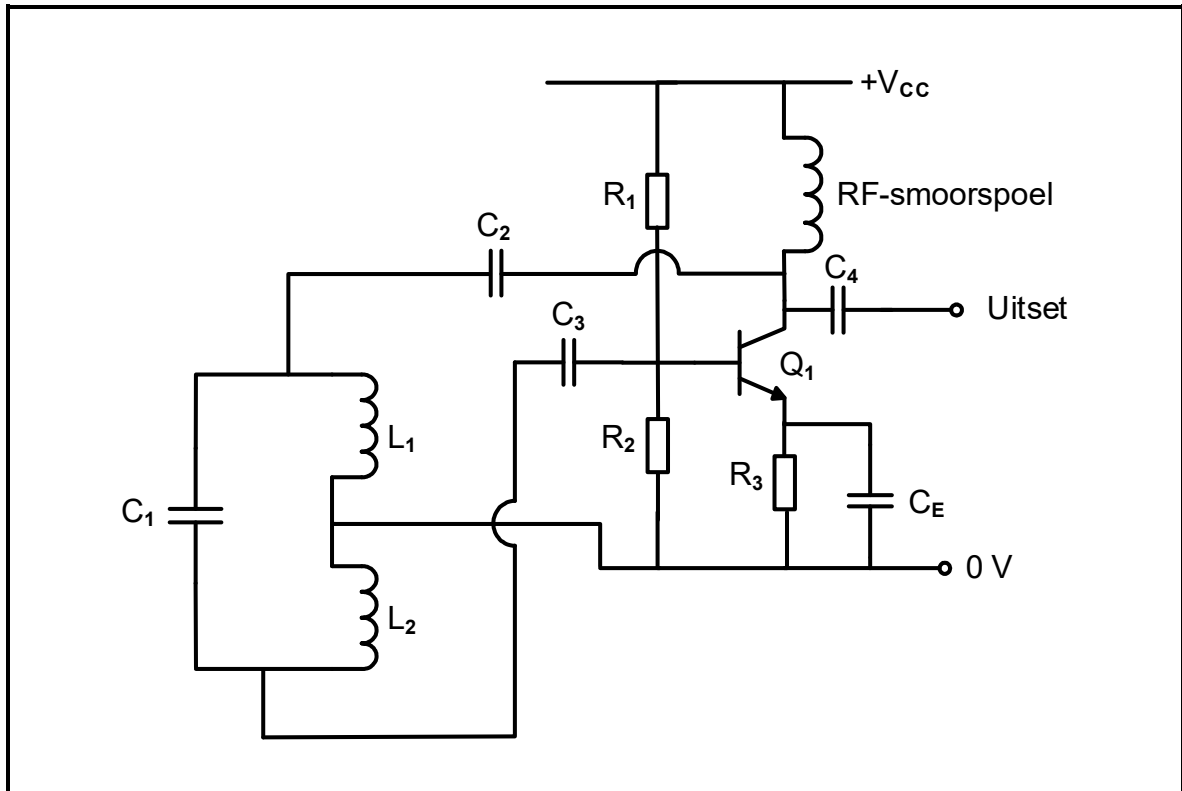

**FIGUUR 6.9: VERSTERKERKRINGDIAGRAM**
6.9 Verwys na FIGUUR 6.9 hieronder en beantwoord die vrae wat volg.
- 6.9.1 Identifiseer die versterkerkringdiagram in FIGUUR 6.9 hierbo. (1)
- 6.9.3 Die wins van die versterkerkring in FIGUUR 6.9 hierbo is 26 dB wanneer die insetdrywing 27 mW is. Bereken die uitsetdrywing van die kring. (3)